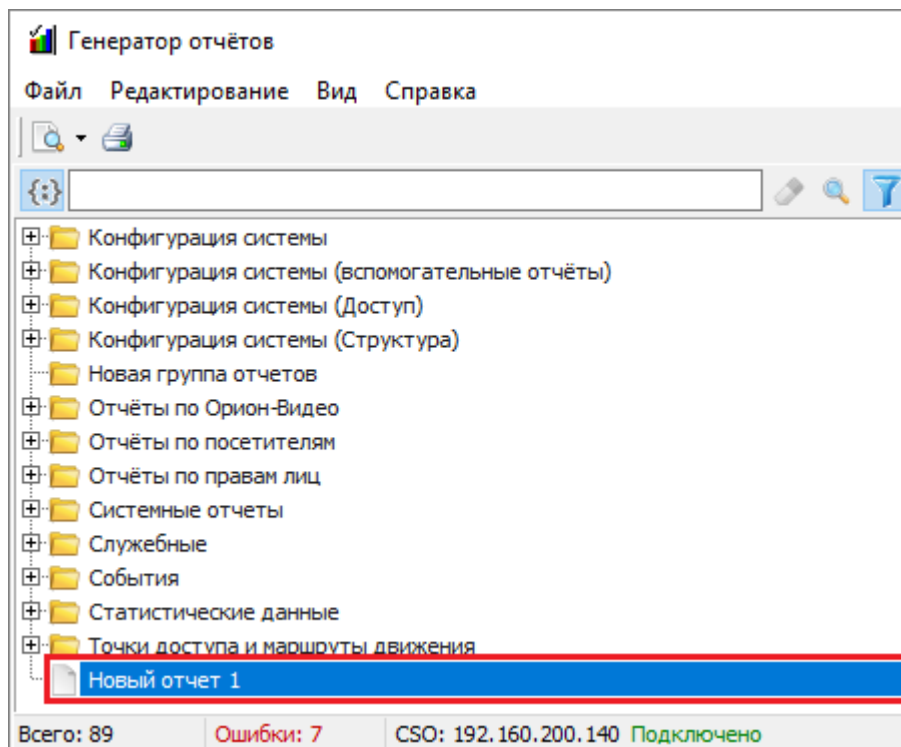

Рисунок 11-293 Отчет, добавленный в список отчетов
- в список отчетов будет добавлен отчет с наименованием, соответствующим наименованию выбранного макета (см. Рисунок 11-293);